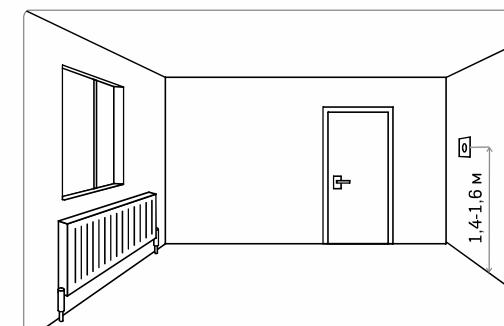

Рисунок 1. Монтаж терморегулятора
- Терморегулятор желательно размещать на внутренней стене помещения. Терморегулятор не рекомендуется подвергать воздействию прямых солнечных лучей и сквозняков (рис.1).